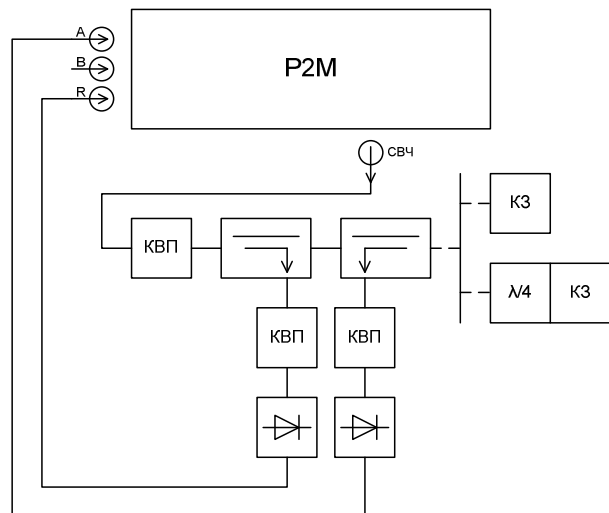

Рисунок 15 - Схема калибровки с волноводным НО, с опорным каналом
- с волноводным НО, с опорным каналом (рис. 15).